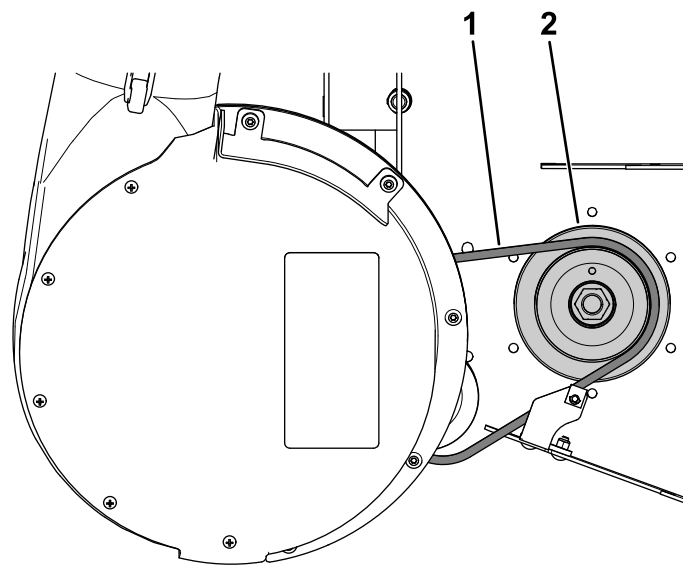

図 21
1. スプリング付きアイドラプーリをゆるめ、ベルトを駆動プーリに取り付ける 図 21。